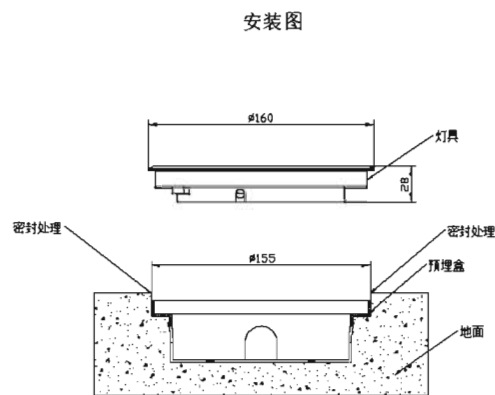

图 58 $\phi 160$ 双向地埋标志灯安装示意图
2.3 接线完成后将灯具装入预埋盒内, 调整灯具指示方向后用螺钉固定灯具。安装示意图如图 58 所示。